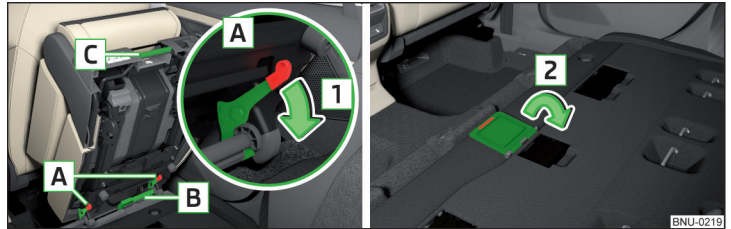

Abb. 86 Sitz entriegeln / Abdeckkappe zuklappen
- › Den Sitz durch Drücken der Sitzverriegelungen **A** in Pfeilrichtung **1** entriegeln » Abb. 86.
- Den mittleren Sitz herausnehmen und die Abdeckkappe für die Steckdose im Boden zuklappen » Abb. 86 auf Seite 88.
- Vor dem Einsetzen des mittleren Sitzes die Abdeckkappe für die Steckdose im Boden entgegen der Pfeilrichtung **2** aufklappen » Abb. 86 auf Seite 88.